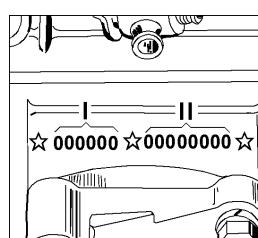

Рис. 1.6. Расположение идентификационного номера двигателей ЗМЗ
**Идентификационный номер двигателей ЗМЗ** располагается на блоке цилиндров двигателя с левой стороны (рис. 1.6).